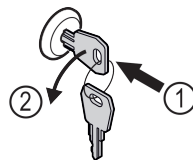

Fig. 179
- ▶ Shtyni çelësin brenda. Fig. 179 (1)
- ▶ Rrotulloni çelësin me 90° në drejtimin kundërorar. Fig. 179 (2)